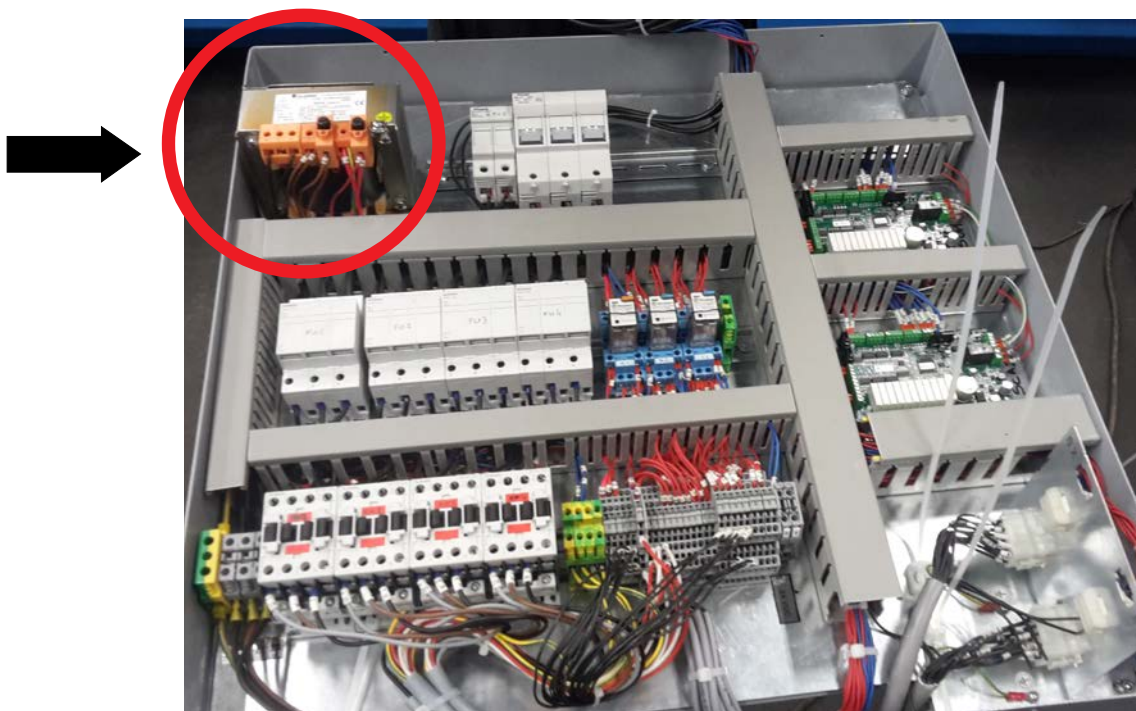

Fig.18
- Passare il cavo di alimentazione attraverso la parete sul fianco della centralina e collegare i fili alla morsettiera (vedi schemi elettrico e fig. 18) rispettando la corrispondenza numerica.
- Pass the power supply cable through the wall on the side of the control unit and connect the wires to the terminal board (see the wiring diagram and Fig. 18) in compliance with the corresponding number.
- Das Versorgungskabel durch die Wand auf der Seite der Steuereinheit führen und die Drähte an die Klemmenleiste anschließen (siehe Schaltplan und Abb. 18), dabei die Übereinstimmung der Zahlen beachten.
- Faites passer le câble d'alimentation à travers le mur sur le côté de l'unité de commande et branchez les fils au bornier (voir les schémas électriques fig. 18) concernant la correspondance numérique.
- Pase el cable de alimentación a través de la pared en el lado de la centralita y conecte los alambres al tablero de bornes (véase esquema alámbrico y fig. 18) respetando la correspondencia numérica.